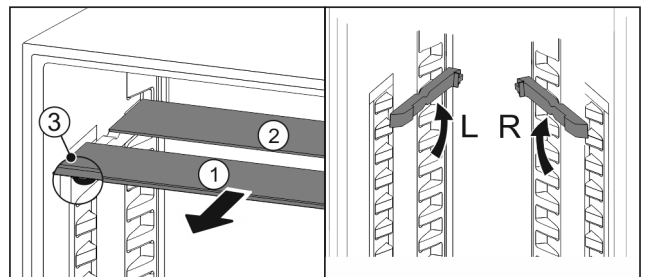

Fig. 25
- estrarre i ripiani di vetro singolarmente tirando in avanti Fig. 25 (1).
- ▷ Il piano in vetro Fig. 25 (1) con il motivo ornamentale è nella parte anteriore.
- ▷ I fermi Fig. 25 (3) sono rivolti verso il basso.